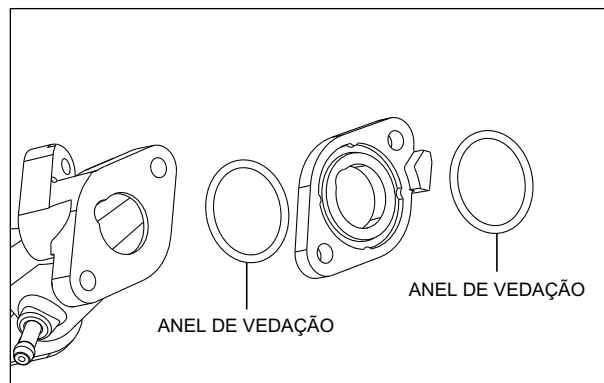

Fig. 3.29
- Retire com cuidado o conjunto do corpo do acelerador, junto com o batente e os anéis de vedação. (Fig. 3.29)